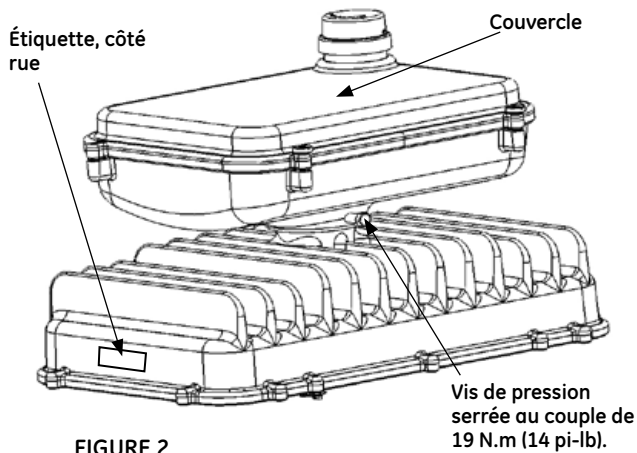

FIGURE 2
REMARQUE: Le côté rue de l'optique est étiqueté comme le montre la figure 2.
- Pour faire pivoter l'optique, desserrez la vis de pression montrée à la figure 2.